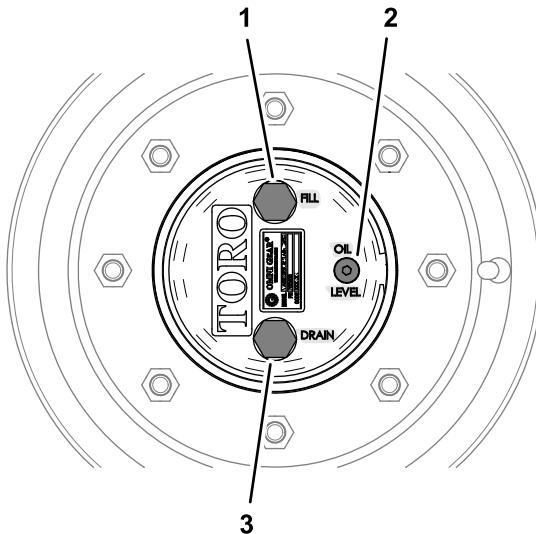

Figura 84
1. Com a máquina numa superfície plana, posicione uma roda de forma a que o tampão de enchimento fique na posição mais elevada (12 horas) e o tampão de drenagem na posição mais baixa (6 horas) (Figura 84).
de enchimento fique na posição mais elevada (12 horas) e o tampão de drenagem na posição mais baixa (6 horas); consulte Figura 84 em Verificação do lubrificante da transmissão da engrenagem planetária \(página 67\).